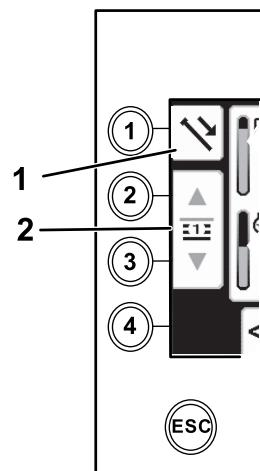

Figura 25
- Pulse el botón 1 para seleccionar Empujar tubo (Figura 25).
- Pulse los botones 2 y 3 para seleccionar la fila de la que desea obtener el tubo (Figura 25).